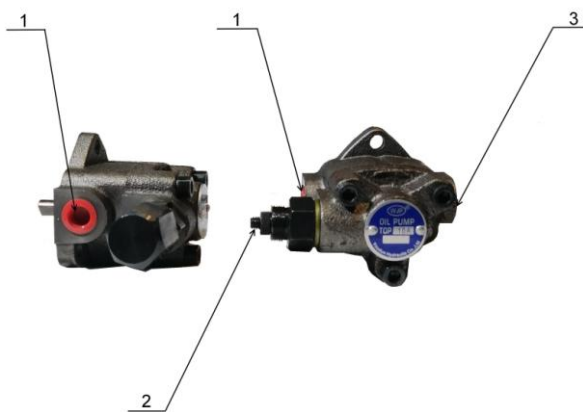

Рис. 2.
Топливный насос (Рис. 2) включает в себя корпус, в котором размещены ведущий вал с
Принцип работы топливного насоса заключается в следующем (Рис. 2): топливо через отверстие всасывания 1 поступает к шестеренной паре, с помощью которой топливо через отверстие 3 попадает в подогреватель топлива Горелки. Блок топливный насос - электродвигатель с должны находиться непосредственно над топливным баком Рис.4. Регулировка давления производится путем измерения степени сжатия пружины поршня с помощью винта регулятора давления 2.
- присоединить плавающий топливозаборник (в составе: топливный шланг 2 м, обратный клапан, сетчатый фильтр, поплавок) к штуцеру всасывания топливного насоса (Рис.2 поз.1) и обжать хомутом. При опускании в топливный бак топливозаборник должен быть на 100-200 мм выше дна бака. Если топливозаборник слишком длинный отрежьте его. **Внимание удлинять шланг топливозаборника запрещено.**